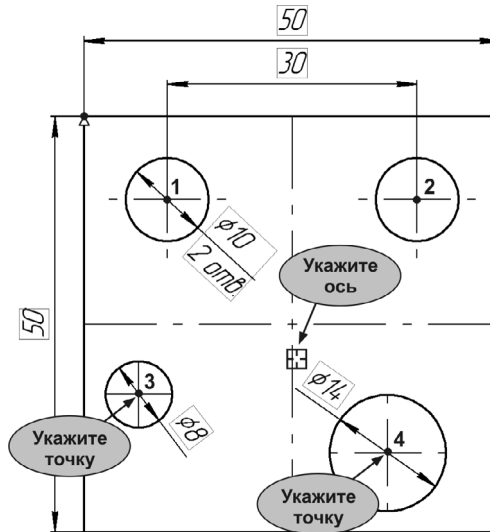

Рис. 62.27.
4. В нижней части детали постройте две окружности диаметром 8 мм и 14 мм, проставьте их фиксированные диаметральный размеры (рис. 62.27). Положение центров окружностей укажите «на глаз».
6. Укажите вертикальную ось симметрии детали, затем центральную точку 3 левой окружности и центральную точку 4 правой окружности (рис. 62.27).